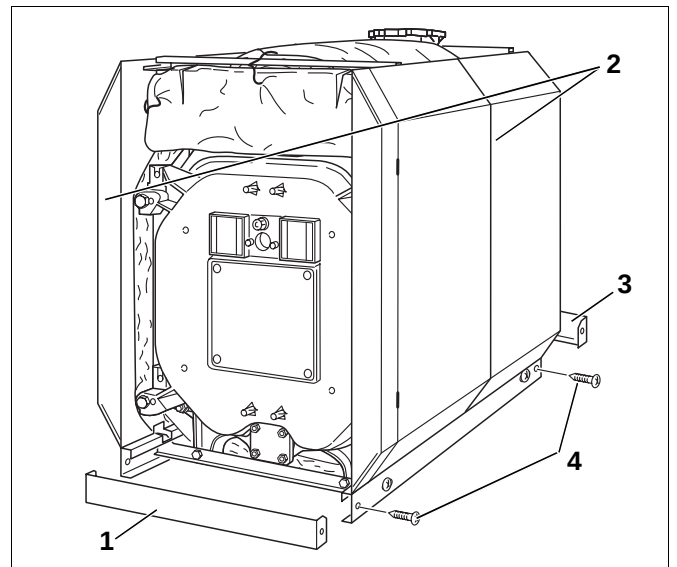

Abb. 53 Sockelschienen montieren
- Sind die Seitenwände (Abb. 53, **Pos. 2**) in der Senkrechten ausgerichtet, so müssen die Blechschrauben der Sockelschiene (Abb. 53, **Pos. 4**) festgezogen werden.
- Die quer verlaufenden Sockelschienen (Abb. 53, **Pos. 1 und 3**) von vorne und hinten in die längs verlaufenden Sockelschienen schieben. Die Abkantung am Querblech muss jeweils unten sein und zum Heizkessel zeigen (Abb. 53).